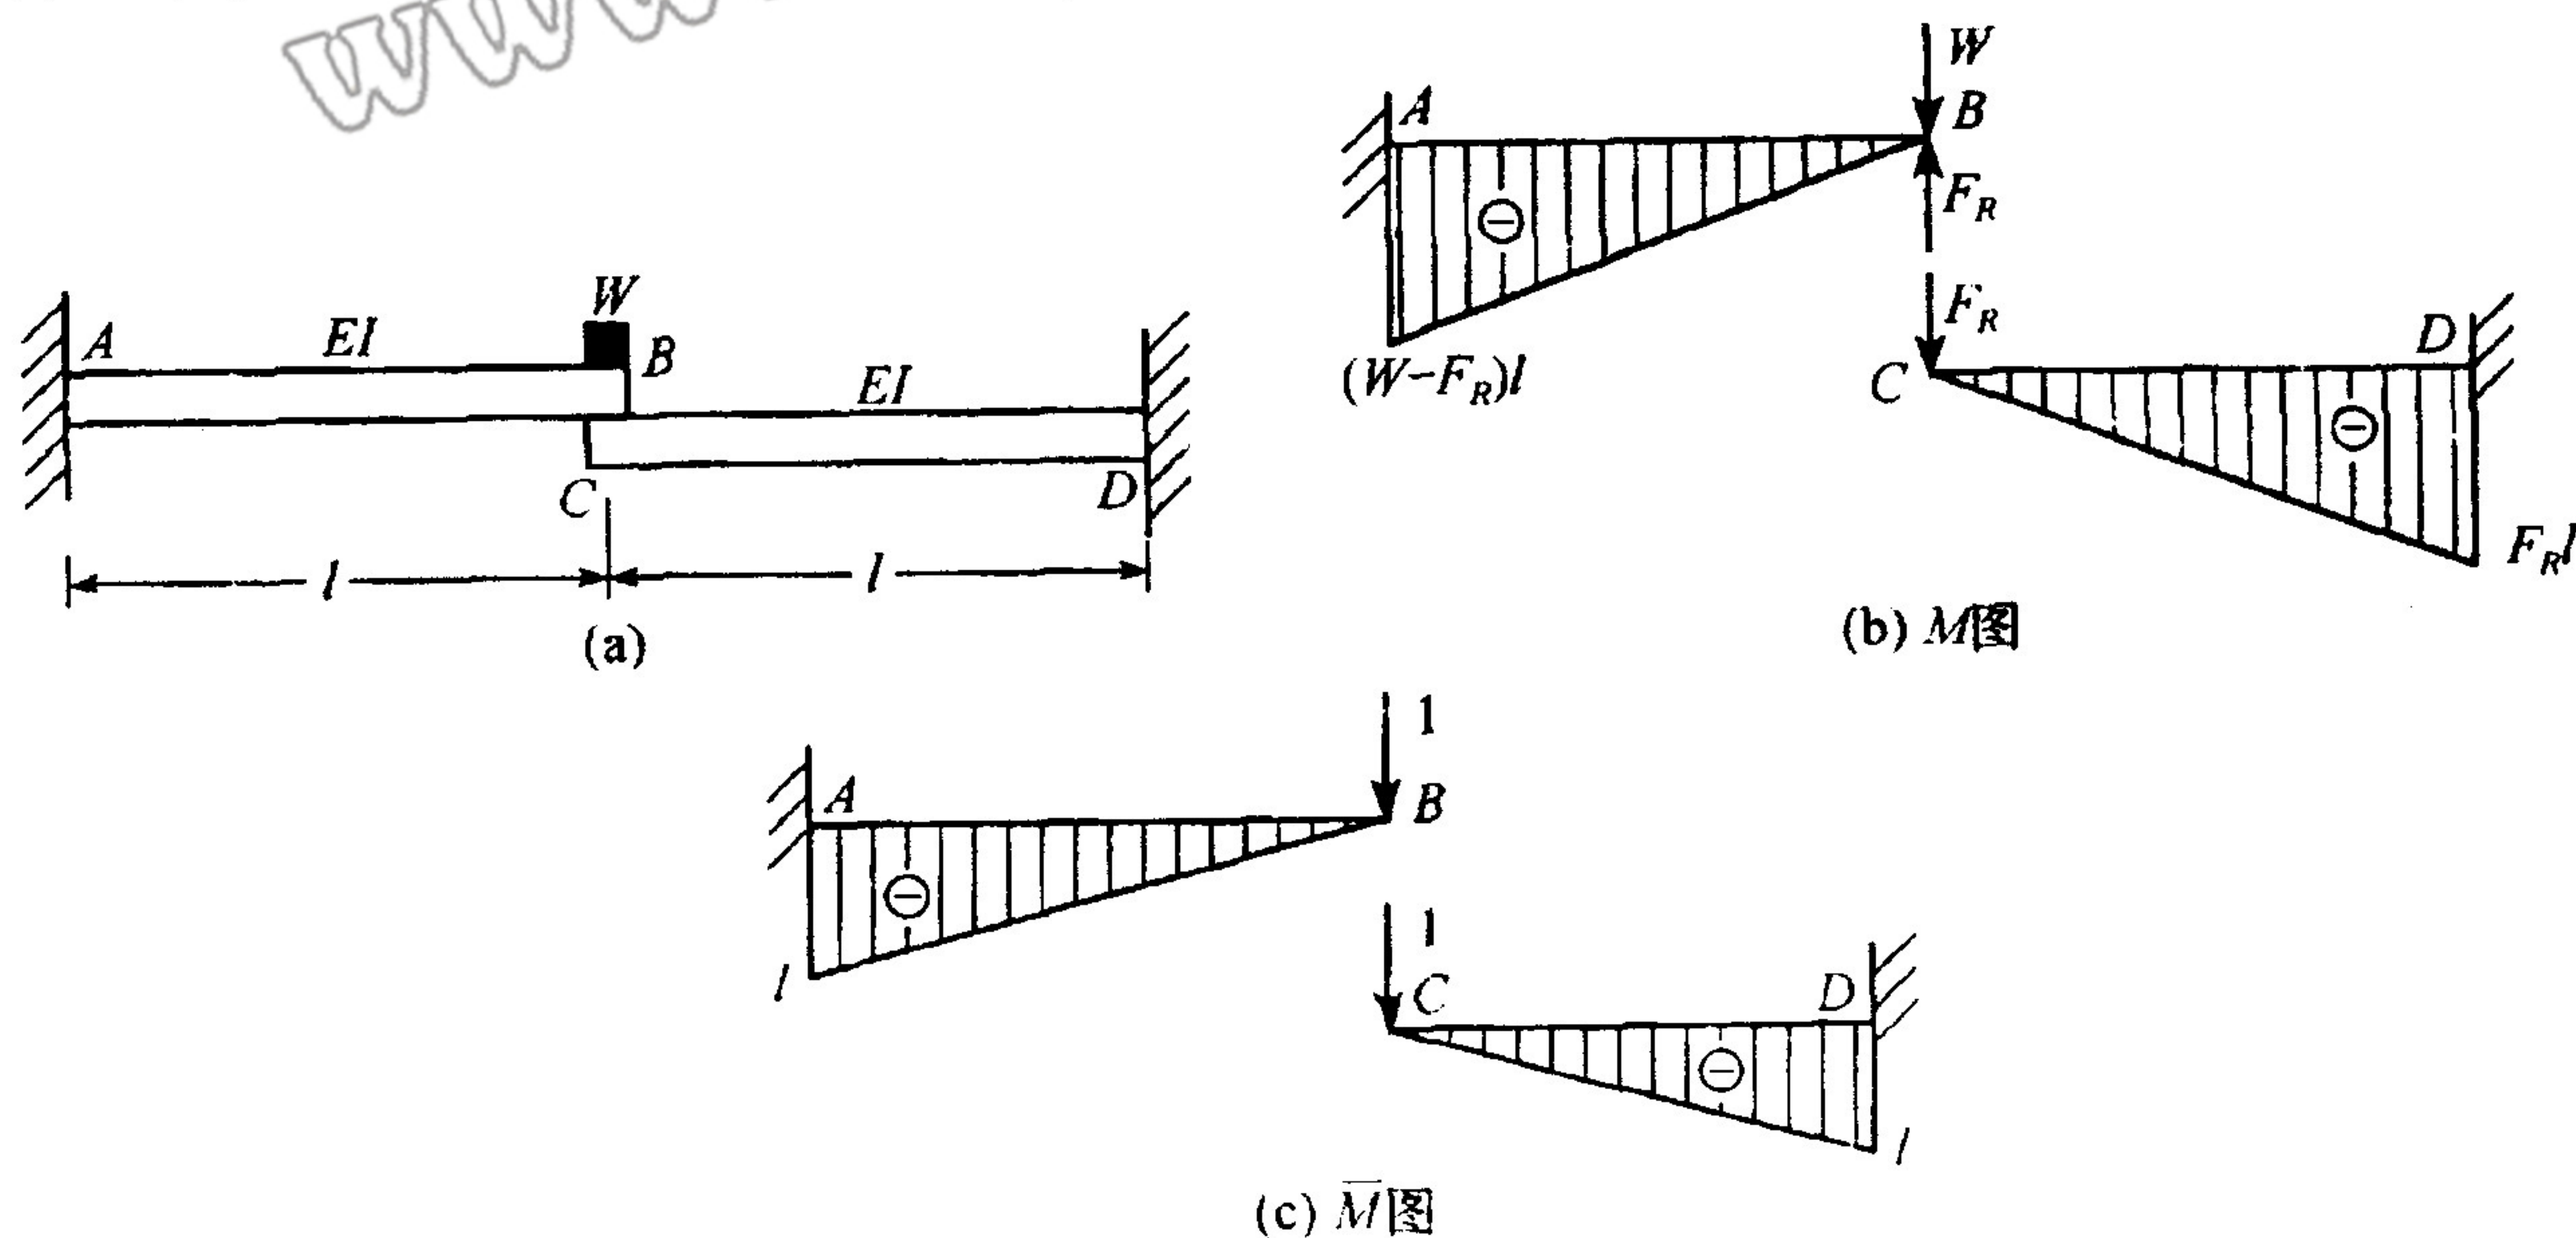

图 8.4
8.4 图 8.4(a)所示两相同梁 AB、CD, 当重为 W 的物体突加于 AB 梁的 B 点时, 求 CD 梁 C 点的挠度 $\Delta_{C,d}$ 。(25 分)
(1) 求解超静定问题。设 C、B 点两梁间的作用力为 F_R , 作弯矩图如图 8.4(b) 所示, 其变形协调条件为 B、C 不脱开, 即 $\Delta_{By} = \Delta_{Cy}$, 故在 B、C 点各加单位力, 作单位力弯矩图如图 8.4(c) 所示。选用图乘法求 B、C 点位移, 两图相乘 (AB 和 AB, CD 与 CD), 得两点的静位移为